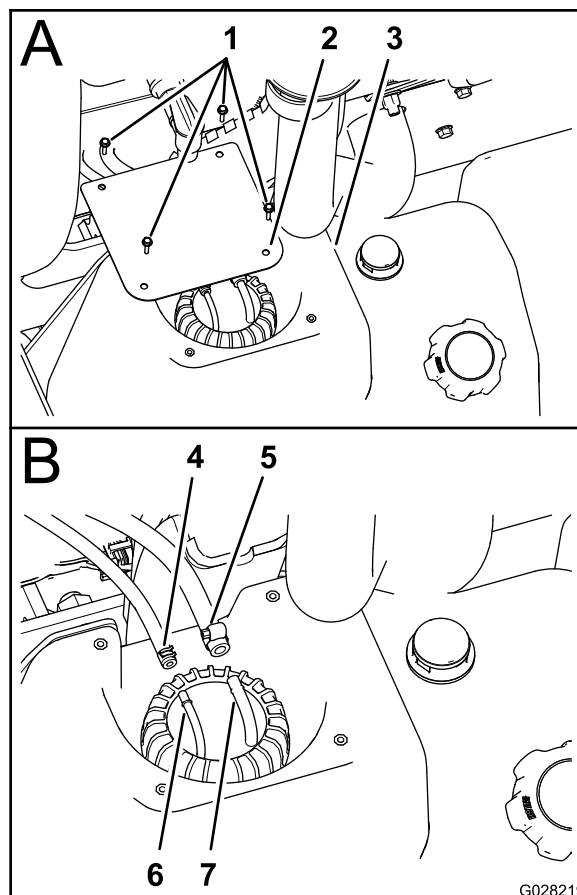

Figura 57
2. Nel serbatoio del carburante, rimuovete le 4 viti (n. 10 x 3/4 poll.) che fissano il coperchio alla parte superiore del serbatoio del carburante e rimuovete il coperchio (Figura 57).
3. Allentate i morsetti che fissano i 2 flessibili del carburante ai 2 raccordi dei flessibili nella parte superiore del gruppo raccordo tubo (Figura 57).
4. Scollegate i 2 flessibili dai raccordi dei flessibili e lasciate spurgare eventuale carburante presente nei flessibili in un recipiente per carburante approvato (Figura 57).
- Montate il flessibile del carburante da 6,4 mm sul raccordo del flessibile da 6,4 mm, poi fissate il flessibile al raccordo con il morsetto (Figura 57).
- Montate il flessibile del carburante da 8 mm sul raccordo del flessibile da 8 mm, poi fissate il flessibile al raccordo con il morsetto (Figura 57).